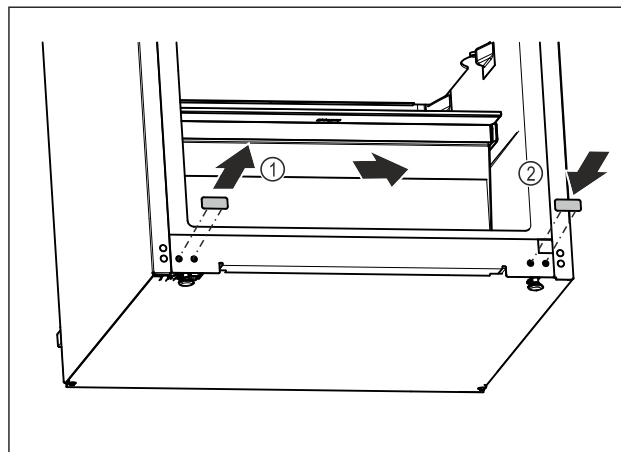

Fig. 18
- Trek de afdekcap eruit. Fig. 18 (1)
- Plaats de afdekcap aan de andere kant. Fig. 18 (2)